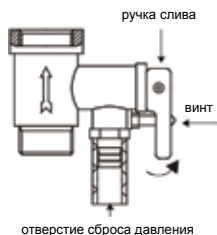

Рис. 11
4. На входной патрубок обозначенный голубым цветом и стрелкой направления течения воды накрутите предохранительный клапан так, чтобы течение воды совпадало с направлением стрелки на корпусе клапана. На отверстие сброса давления предохранительного клапана (см. рис. 11) оденьте дренажную трубку для отвода воды (возможно появление при нагревании) в канализацию.
6. Чтобы правильно слить воду из внутреннего бака, надо воспользоваться сливным отверстием (только для серии FS2/FS6/FE2) (надо открутить заглушку, закрывающую сливное отверстие), также воду можно слить через обратный предохранительный клапан (открутить сливной винт обратного предохранительного клапана и перевести ручку слива в верхнее положение, при этом кран выхода горячей воды должен быть открыт, а кран подачи холодной воды в водонагреватель должен быть перекрыт) (смотри рис. 11). Никогда не сливайте воду, если ее температура выше 50 °С, т.к. это может привести к ожогам.